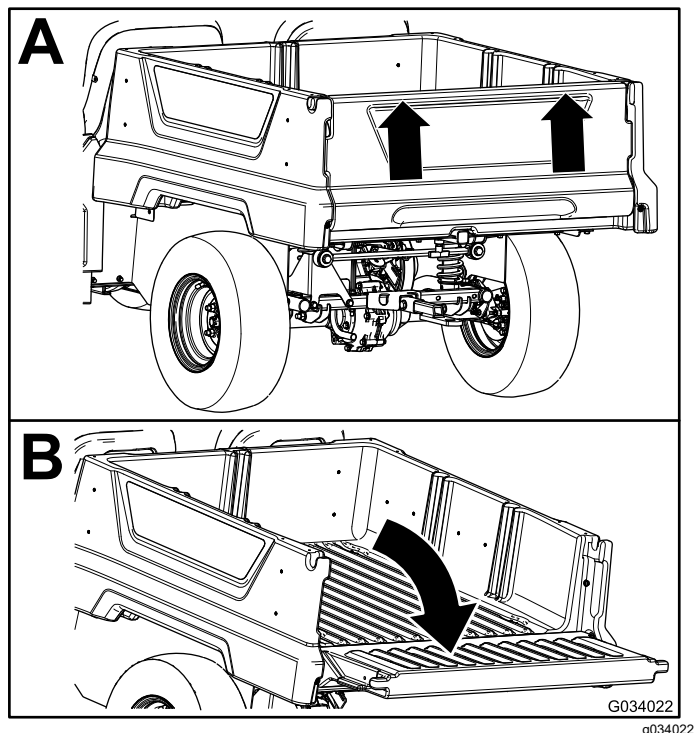

Figura 14
2. Usando ambas manos, levante el portón trasero usando el resalte situado cerca de la parte superior del portón (Figura 14).
3. Baje el portón hasta que quede enrasado con la parte inferior de la plataforma de carga (Figura 14).